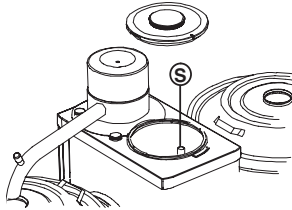

Fig. 22 Överlopps rör varmvattensystem
- Töm ut det sista vattnet genom överloppsroret. Drag härvid ut överloppsroret (S.), som sitter på varmvattenberedaren, vid den korta slangen (fig. 22).
- Töm ut det sista vattnet genom överloppsroret. Drag härvid ut överloppsroret (S., fig. 22).
- Drag härvid ut överloppsroret (S., fig. 22).